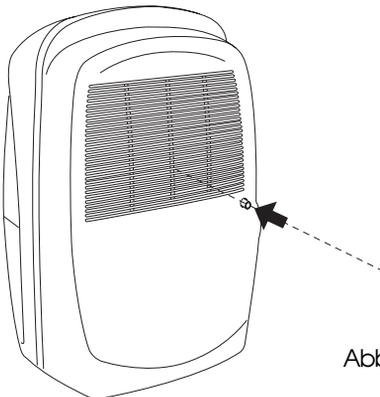

Abb. 2
- 1) Den Anschlussstutzen innen mit einem feinen Bohrer anbohren. (Abb. 2).